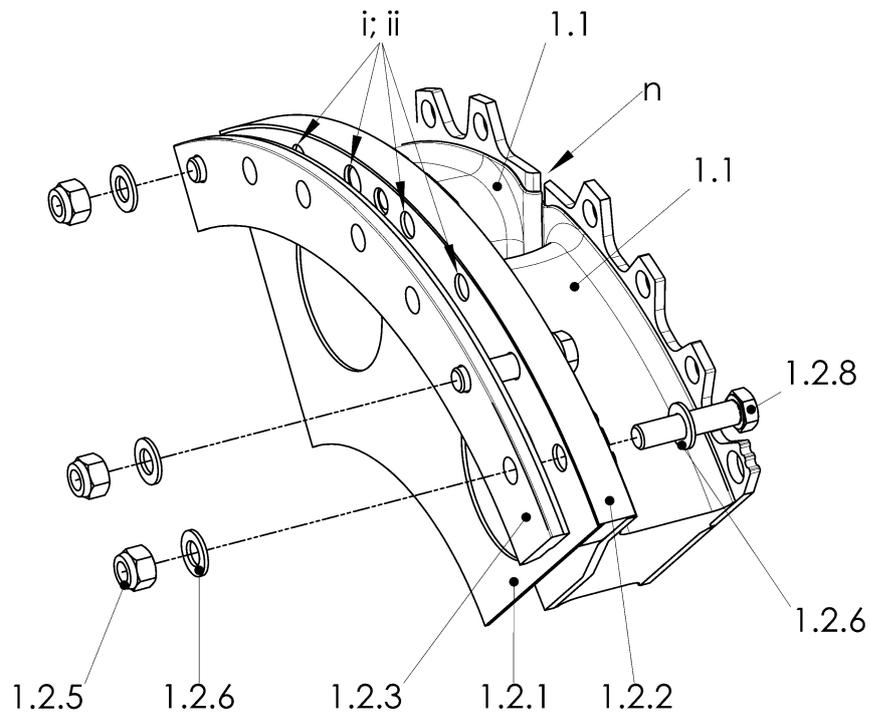

Abbildung 6-12 Einzelheit Z
- Gummielemente (1.1), Ring (1.2.2), Membran (1.2.1) und Ring (1.2.3) mit Schrauben (1.2.8), Scheiben (1.2.6) und Muttern (1.2.5) verschrauben, siehe Abbildung 6-12. Hierbei die Bohrungen (i und ii) freilassen.